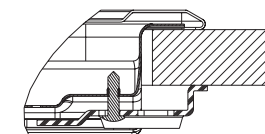

Fig. 1
2. Pour fixer la table de cuisson, utilisez les étriers (A) fournis.
3. Introduisez les étriers dans les orifices prévus à cet effet (indiqués par la flèche) et serrez-les au moyen des vis en fonction de l'épaisseur du plan de travail (voir fig. 1).
- Ouvrez le bornier (C) en appuyant sur les pattes latérales au moyen d'un outil approprié.
- Introduisez le câble d'alimentation (D) dans le collier de serrage (E) et connectez les fils au bornier.
- Dès que le branchement électrique est terminé, insérez la table de cuisson par le dessus et fixez-la au moyen des étriers de fixation, comme illustré dans la figure 1.